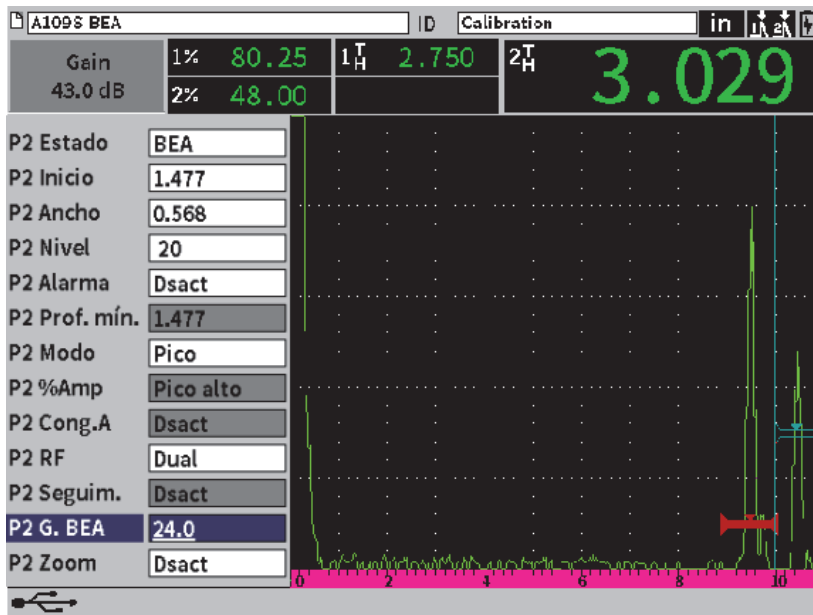

Figura 11-29 Ajuste de la ganancia del eco de fondo
1. En el cuadro de diálogo Puerta 2, pulse la tecla TAB para seleccionar el parámetro **P2: G. BEA** (vea la Figura 11-29 en la página 218).